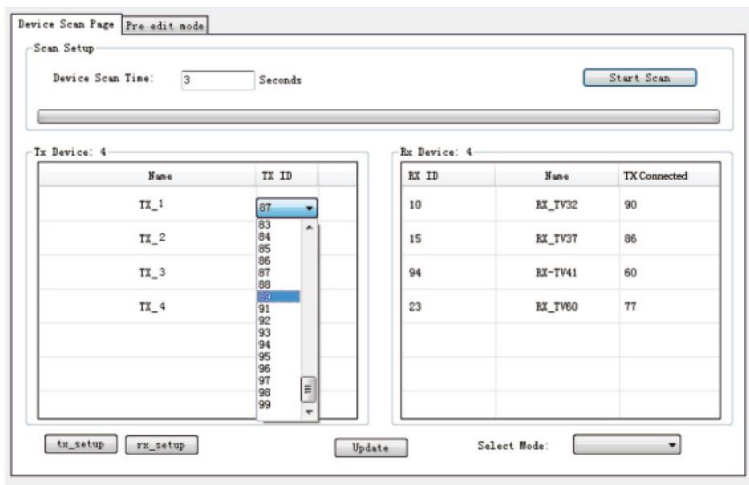

Figure 5
③デバイスのチャンネル (TX ID) は Figure5 のように設定されます。